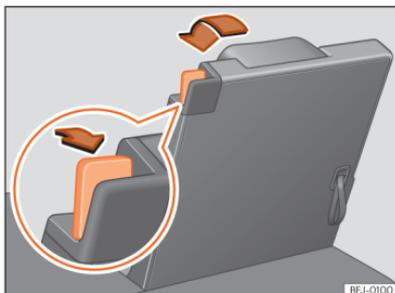

Abb. 197 Dritte Sitzreihe: Sitz in Ladebodenposition klappen.
- Entriegelungshebel » (Abb. 197) ganz nach hinten ziehen, um die Sitzlehne zu entriegeln.
- Schlaufe an der Sitzlehne » (Abb. 197) ziehen, um die Lehne zurückzuklappen. **ODER:** Klappen Sie die Sitzlehne mit der Hand vom Innenraum aus zurück.
- Die rote Markierung am Entriegelungshebel » (Abb. 197) darf nicht mehr sichtbar sein.
- Eine rote Markierung an dem Einriegelungshebel »» (Abb. 197) signalisiert eine nicht eingerastete Lehne. Die rote Markierung darf im korrekt eingerasteten Zustand nicht sichtbar sein.